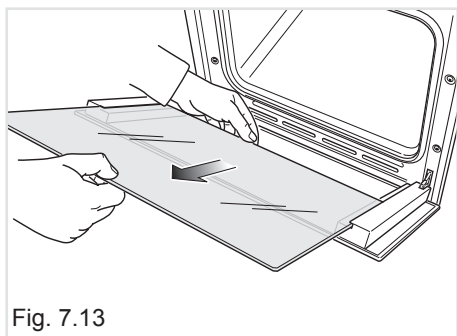

Fig. 7.13
- Sortez en douceur la vitre intérieure (fig. 7.13).